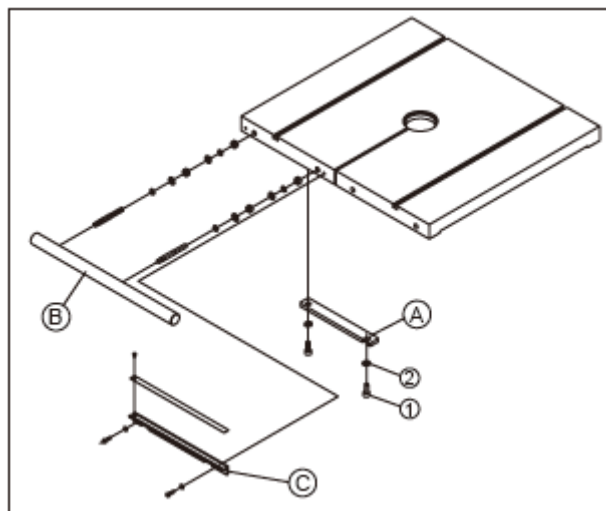

Рис. 4.2.1
- Установить параллельный упор как показано на рисунке, затем установить колодку А параллельного упора на направляющей В, рис. 4.2.1.